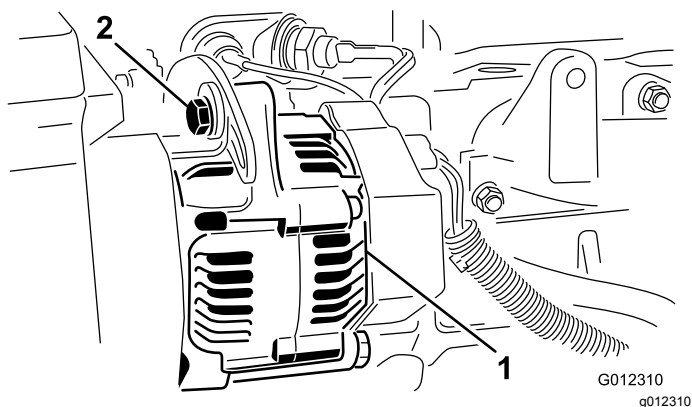

Figure 44
- Si vous n'obtenez pas une flèche de 10 mm, desserrez les boulons de fixation de l'alternateur (Figure 44). Augmentez ou diminuez la tension de la courroie et resserrez les boulons.